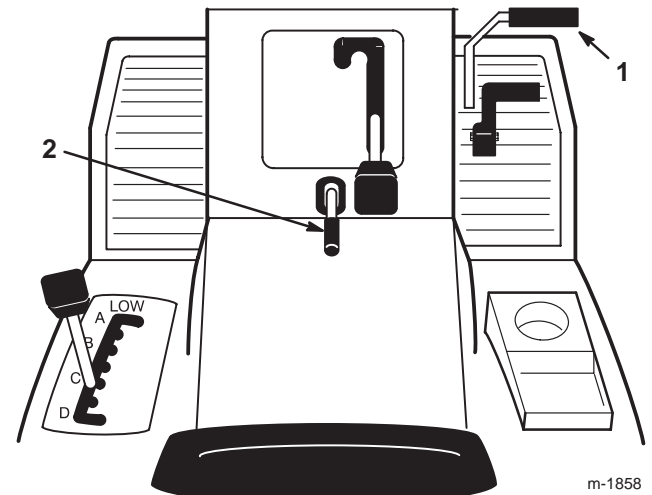

Figure 3
1. Enfoncez la pédale d'embrayage/de frein (Fig. 3) et maintenez-la enfoncée.
2. Relevez le levier de frein de stationnement (Fig. 3) et relâchez progressivement la pédale d'embrayage/de frein. La pédale doit rester bloquée en position enfoncée.
1. Enfoncez la pédale d'embrayage/de frein (Fig. 3). Le levier de frein de stationnement doit se déverrouiller.